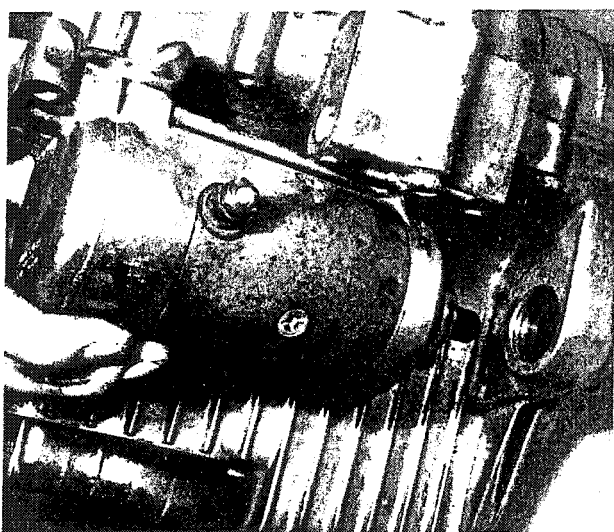

Bild 120
- Den O-Ring beim Sitz des Anlassers schmieren und den Anlasser in das Kurbelgehäuse hineinschieben (Bild 120). Wenn nötig muss die Kurbelwelle etwas gedreht werden, damit das Anlasserritzel mit dem Zwischenrad kämmt. Die beiden Befestigungsschrauben einsetzen und festziehen.